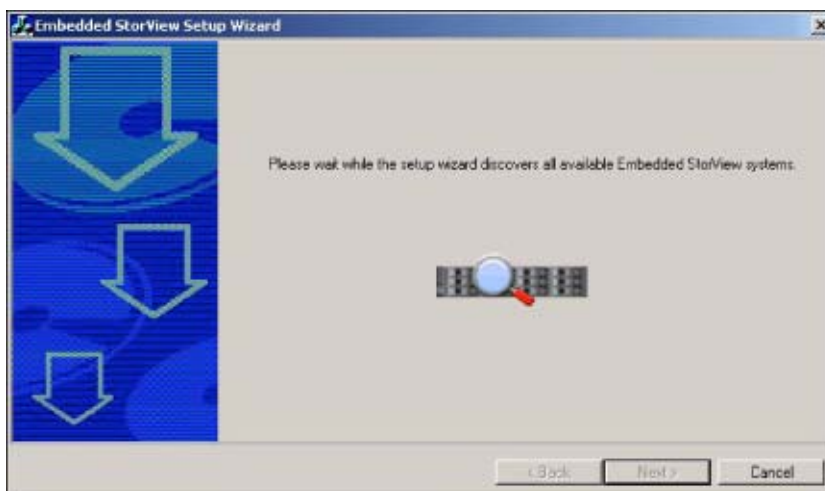

図4-3 StorView セットアップウィザード - 検索画面
4. StorViewモジュール（図4-3参照）の検索を開始します。